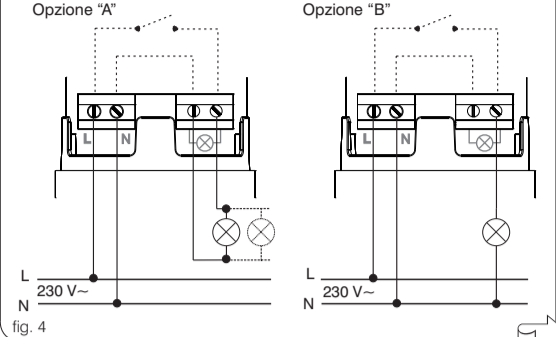

fig. 4
- collegare la lampada come indicato in fig. 4 (opzioni "A" o "B");